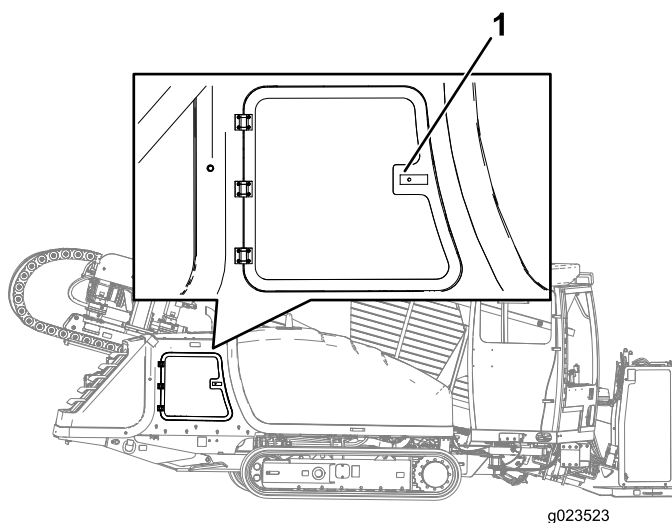

Figura 69
2. Presione sobre el lado izquierdo del tirador del panel, y abra el panel cuando el cierre se desenganche (Figura 69).